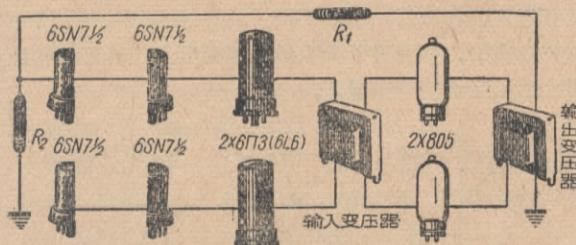

图 1
9. 前级放大器灯丝接一电位器，如图1所示。电位器的中心臂通地，或者接到正或负5伏到50伏的直流电源上，以减少交流声。TY250/1000型的前级放大器，就采用这种线路，它的灯丝不直接通地，两端接50欧电位器，中心移动臂接6V6管阴极电阻，取得一正电位，这阴极电阻也是可变的，这样就可调节正电位的高低，来抵消交流声。如图2所示。
该机按激励管的不同分为三种类型：第一、2X2A3；第二、2X807；第三、2X6L3(6L6)阴极输出。经试验我们认为第三种类型只需将图1的R1和R2减小，均可使回授量达到16分贝左右，仅在高音频段和电压增益感到稍有不佳，因此没进行多大的修改。而着重进行第一、第二两种。第一种必须将2A3改用为6L6
这架收音机的装置过程很简单：首先找一块直径11公分的圆形木板。把可变电容器 $C_1$ 、分线器 $S$ 、活动矿石、四粒接线柱装在上面（图1）。然后找一个拖拉机牌麦片圆筒（或自己用厚纸做一个长15公分直径为10公分的纸筒），离筒口2公分用24号漆包线绕50圈作 $L_1$ ，绕8圈后抽一个头，以后每隔7圈抽一个头，一共抽6个头，线圈头为1，抽头顺序为2, 3, 4, 5, 6, 7，线尾为8，再离 $L_1$ 4公厘处绕80圈作 $L_2$ ，在30圈处抽一个头（引至矿石），线头为9，抽头为10，线尾为11（图2），用线共约42公尺。线圈绕好后，塗上白漆。然后，进行焊接工作：把1, 2, 3, 4, 5, 6, 7, 8顺序焊在8个分线钉脚上，将9焊在可变电容器 $C_1$ 定
片上，将10焊在活动矿石的一个脚上（矿石那端），将11焊在电容器 $C_1$ 动片上，把一个电容量为0.01微法的固定纸质电容器焊在耳筒（喇叭）接线柱两端，全部焊接完毕后，将预先装好的木板用支架固定在线圈筒上（图1）。